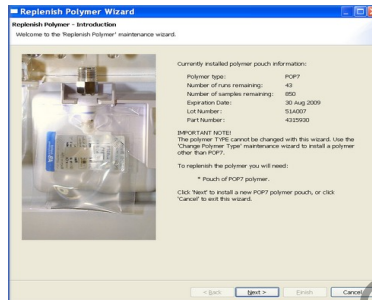

Figura 16. Ventana de "**Wizard**" para cambio de polímero.
**7.5.5** Siga las instrucciones que se indican de la ventana de cambio de polímero (ver figura 16).